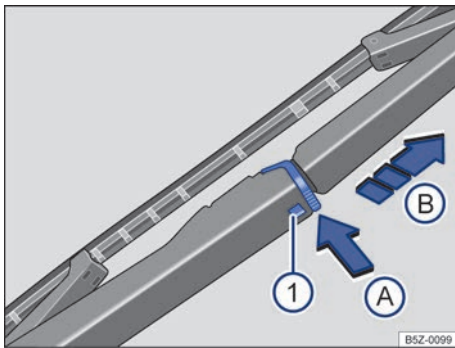

Fig. 150 Substituir a palheta do limpador do vidro traseiro.
- Manter o botão de destravamento → Fig. 150 ❶ pressionado.
- Pressionar a trava da palheta do limpador do vidro traseiro → Fig. 150, no sentido da seta (A).
- Puxar a palheta do limpador do vidro traseiro → Fig. 150, no sentido da seta (B).
- Introduzir a nova palheta do limpador do vidro traseiro **de mesmo tamanho e modelo** no braço do limpador do vidro traseiro no sentido contrário da seta → Fig. 150 (B) até que ela se trave.